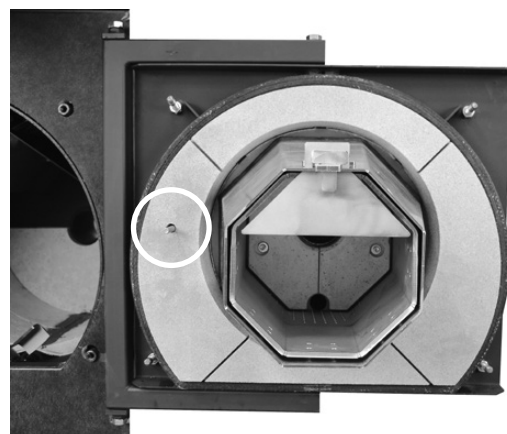

Fig. 11
12. Aspirare con cura i residui nel bruciatore - soprattutto nella zona posteriore (direttamente sotto la coclea alimentatrice); non devono restare residui nei fori di ventilazione. Aspirare il bruciatore anche in alto. Togliere la cenere dal sensore della camera di combustione (Fig. 11).